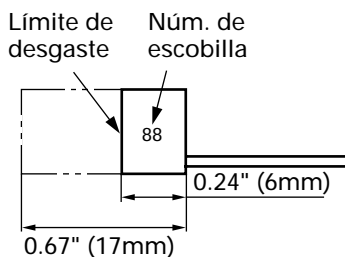

Fig. 6
4. Inspección de la escobillas (Fig. 6)
**NOTA:** Utilice las escobillas HITACHI Núm. 88 indicadas en la Fig. 6.